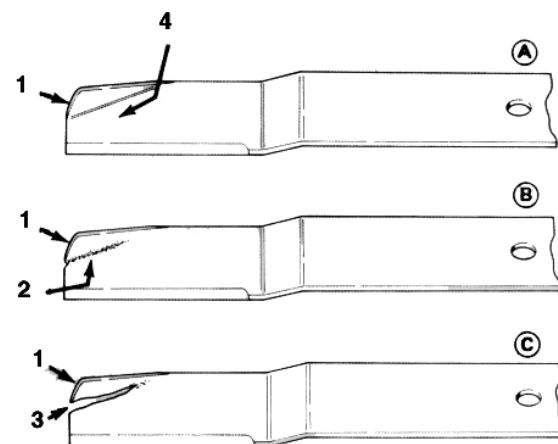

Fig. 14
- Controllare attentamente i taglienti della lama, facendo particolare attenzione al punto in cui le sezioni piane e curve si incontrano (Fig. 14-A). Sabbia e materiali abrasivi possono consumare il metallo che congiunge le sezioni piane della lama a quelle curve, pertanto controllare la lama prima di usare la macchina. In caso di usura (Fig. 14-B) cambiare la lama; vedi *Rimozione della lama falciante*.
Se si lascia consumare la lama, si forma una tacca fra la costola e la sezione piana (Fig. 14-C). Alla fine un pezzo di lama si stacca e viene scagliato da sotto il corpo dell'apparato, compromettendo l'integrità fisica dell'operatore e degli astanti.